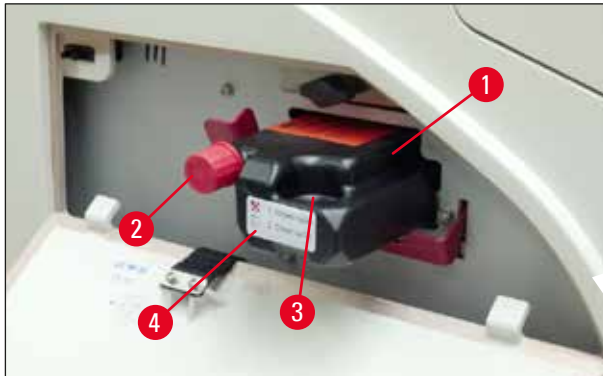

Fig. 60
3. Ta bort skyddsplatsen och sätt in patronen tills den är ungefär halvvägs in i patronhållaren (→ "Fig. 60").